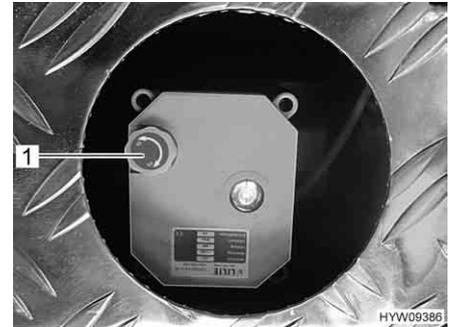

Fig. 190 Manovella (rubinetto di scolo delle acque grigie)
- Per aprire il rubinetto di scolo delle acque grigie sollevare la manovella (Fig. 190,1) e ruotarla in senso antiorario fino a battuta. La direzione di rotazione (O per apertura, S per chiusura) è indicata sulla manovella.
- Per chiudere il rubinetto di scolo delle acque grigie sollevare la manovella (Fig. 190,1) e ruotarla in senso orario fino a battuta.